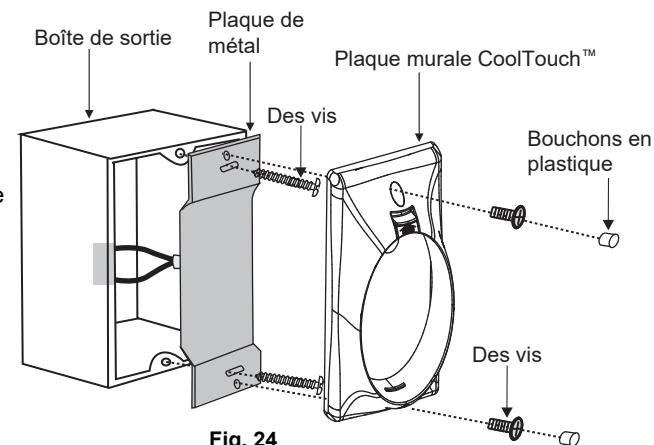

Fig. 24
**Étape 2.** Installez la plaque métallique et la plaque murale CoolTouch™ sur la prise murale existante à l'aide des 4 vis fournies. Puis placez les deux plastiques se branchent dans la plaque murale. (Fig. 24)